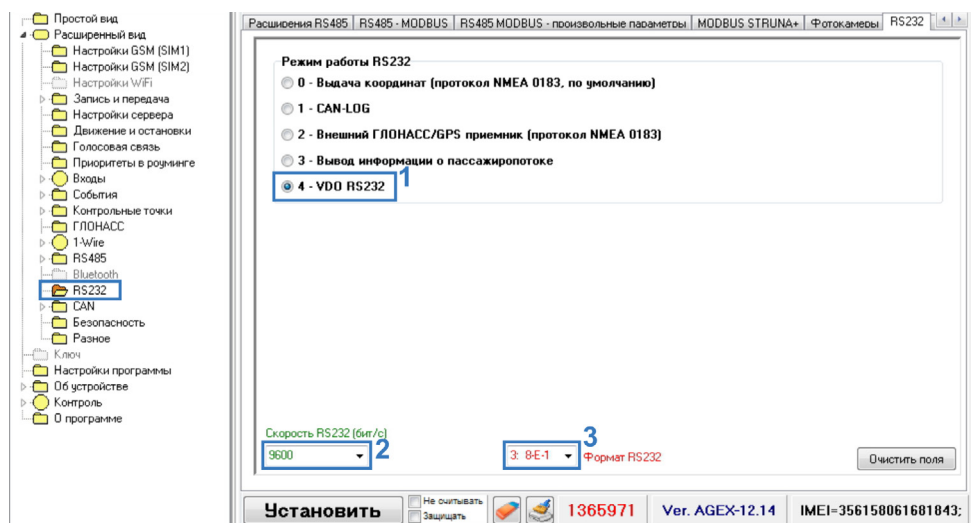

Рис.5. Настройка шины RS-232 контроллера «АвтоГРАФ».
- в программе «AG.GSMConf» перейдите на вкладку «RS-232» и установите настройки, как показано на Рис.5.